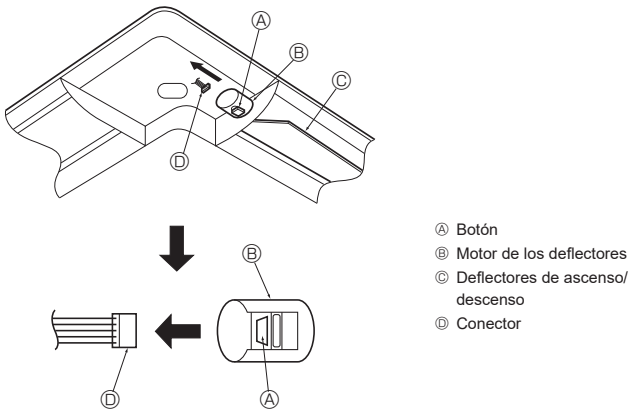

Fig. 10-16
10.4. Bloqueo de la dirección del flujo de aire de ascenso/descenso (Fig. 10-16)